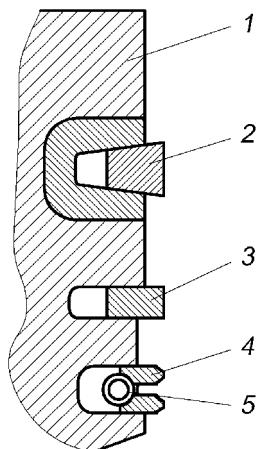

Рисунок 7 – Поршневые кольца:
**Поршневые кольца** (Рисунок 7) устанавливаются по три на каждом поршне: два компрессионных и одно маслосъемное.